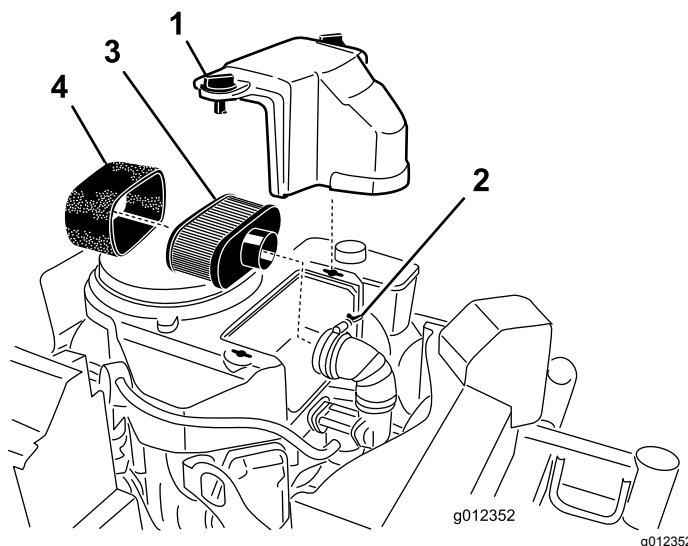

Figura 21
3. Limpie alrededor del limpiador de aire de forma que la suciedad no penetre en el motor y cause daños (Figura 21).
4. Desenrosque los pomos de la tapa y retire la tapa del limpiador de aire (Figura 21).
5. Desenrosque la abrazadera y retire el conjunto del limpiador de aire (Figura 21).
6. Retire cuidadosamente el filtro de gomaespuma del filtro de papel (Figura 21).
1. No limpie el filtro de papel. Cámbielo (Figura 21).
1. Deslice cuidadosamente el elemento de gomaespuma sobre el elemento de papel del limpiador de aire (Figura 21).
- Coloque el conjunto del limpiador de aire sobre la base del limpiador de aire y fíjelo con dos tuercas de orejeta (Figura 21).
- Coloque en su posición la cubierta del limpiador de aire y apriete el pomo de la cubierta (Figura 21).